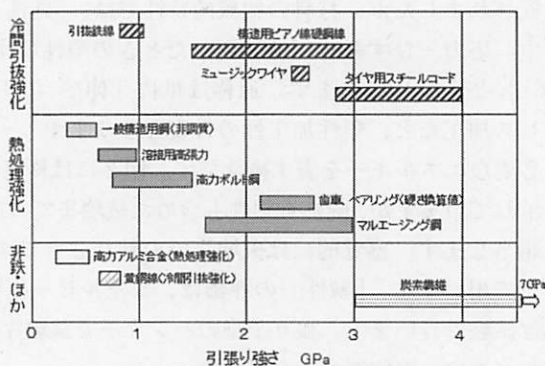

図3 高強度材料の引張り強さ比較
前号に示した応力-ひずみ線図の最大値 (C) は、引張りで耐えうる極限強度で、「引張り強さ」(Tensile Strengthを略してTSとも)と呼びます。通常、変形応力は加工硬化によって増加するはずなのに、なぜ最大値が現れるのでしょうか。延性の大きな材料では、最大値付近で棒の長さに沿っての塑性変形が均一にならず、ある一カ所で図1のようなくびれが生ずるからです。くびれの部分では実際の応力は増大しますが、断面積が急減するために測定している荷重は下がってしまうのです。「応力-ひずみ線図」は断面積が一定とみなした見かけの応力(公称応力という)なので荷重と同じ変化が描かれるのです。Paという応力単位は、面積 m^2 あたりの力(N)なので金属の強度を表すには小さ過ぎます。金属分野では、従来、応力単位は kgf/mm^2 (土木分野では kgf/cm^2)が用いられてきましたが、 $m^2 = (10^3 mm)^2 = 10^6 mm^2$ で100万倍のM(10^6 :メガ)や10億倍のG(10^9 :ギガ)が接頭語として必要です。このようにバカでかい数値では太さと強さの関連がピンとこなくなります。JISでは国際単位への移行期に N/mm^2 (=MPa)が用いられました。MPaのおよそ $1/10$ が kgf/mm^2 ですから、直径1mmの細い線で吊り上げられる体重(kg)で強さを想像してみましょう。普通の鋼、たとえば釘、スチール缶、車ボディなどは300~500MPaですから、30kgの体重を持ち堪えられます。これに対して図3に示すギガ級の強度がいかに大きい。300kgの昔の小錦関でも大丈夫です。
金属を強化するには、大別すると図3に示すような冷間加工(引抜線材)と熱処理による方法があります。
現在のピアノは、弦1本あたり平均0.6~1kN前後の張力で、230本あり、合計すると200kNもの張力が内部に込められているとのこと。冷間引抜線の引張り強さは、黄銅で約70MPa、軟鉄で約90MPa程度と低く、ピアノ線は約2500MPa程度とダントツの強さです（図3）。1mm²の線は直径が約1.13mmで、これを1mの弦として1kNの張力（応力では約1GPa）を与えると約360Hzの固有振動音（中音のファに近い）がでます。しかし18世紀の鉄線はこの張力では切れてしまいます。このような弱いピアノは、難聴がひどくなったベートーベンには歯がゆかったのか、即興演奏でダダーンと一度に6本の弦を切ったという逸話もあります。そのために弦を3本に増やし後期には音域も6オクターブに増えたとか。高炭素鋼線が実用化されたのは19世紀に入ってからです。